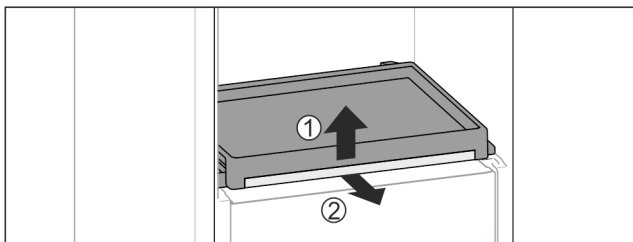

Fig. 113
- Scoateți raftul extractibil cu placa de sticlă: Ridicați ușor placa de sticlă în față Fig. 113 (1) și extrageți-o spre înainte Fig. 113 (2).